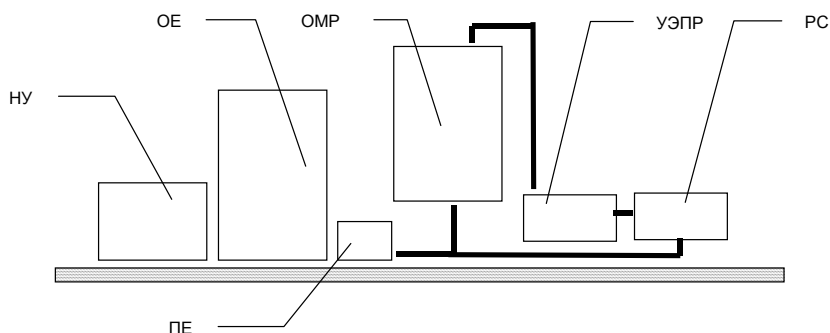

рис. 1.2
- СПРУТ-100-01 для расположения в 1-м уровне (рис. 1.2).